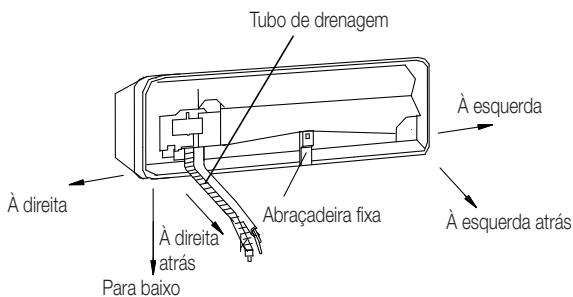

Fig. 7
1. Ligar o tubo traseiro direito (semelhante ao tubo inferior direito) (Opcional, consulte a Fig. 7)
A tabela da esquerda mostra a posição do tubo de descarga, consulte a Fig. 7.